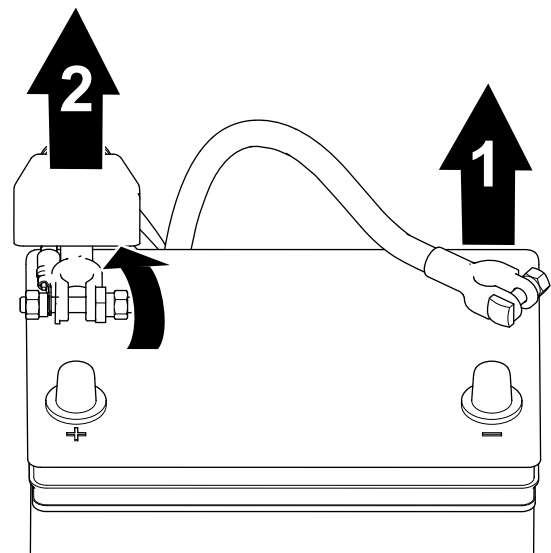

Figura 37
1. Retire el cable negativo del borne de la batería (Figura 37).
2. Eleve el aislante y retire el cable positivo de la batería del borne de la batería (Figura 37).